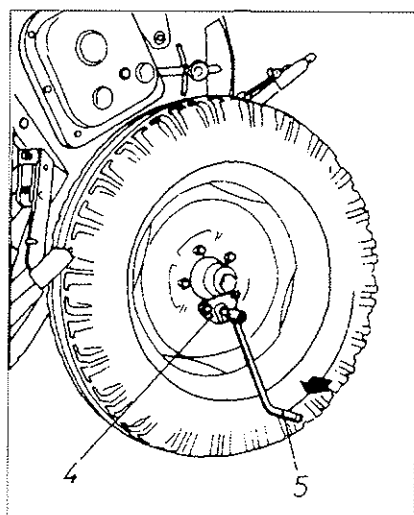

Fig. 3
**TERCERO:** Se enclava la palanca de los husillos (5) en el tetón exterior de la rueda derecha (4) y se dan algunas vueltas hasta que la semilla empieza a caer en la bandeja (fig. 3). Esta semilla se devuelve a la tolva y se empieza a dar las vueltas reales de la prueba según el cuadro siguiente: